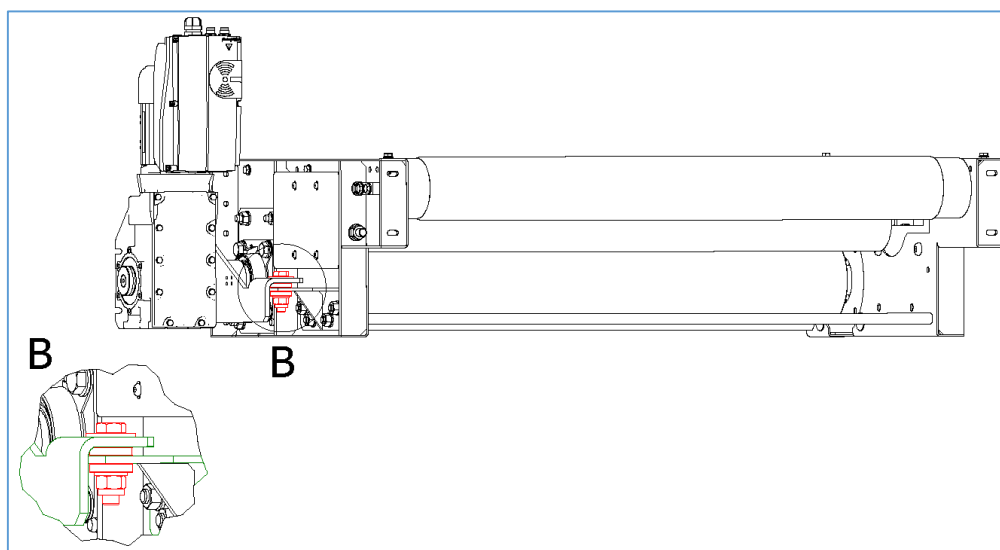

Figura 66 - Stringere il braccio di reazione
- n) Stringere il braccio di reazione alla sua staffa di supporto sul modulo motore, inserendo la vite con rondella nella parte superiore e il secondo antivibrante con il dado e la rondella nella parte inferiore (vedere Figura 66).